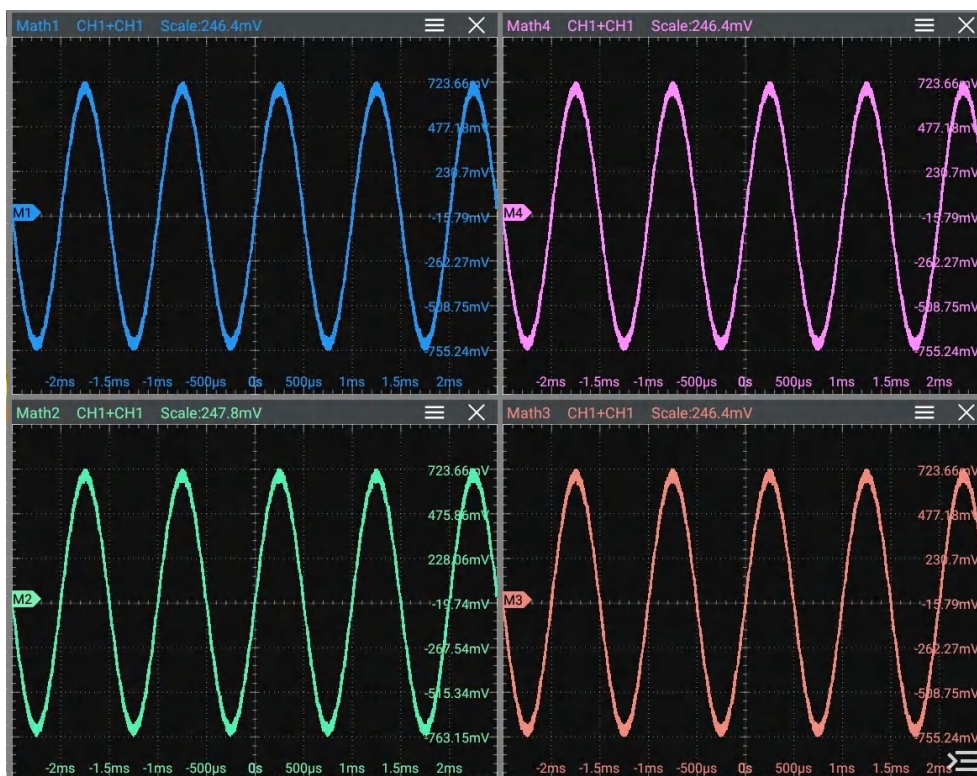

图 9.2 运算结果的波形显示窗口
- 点击屏幕下方的 Math1 ~ Math4 标签，会在屏幕上出现对应的界面，如 图 9.2 所示。
在 **数学运算** 中，点击 **运算** 开关按钮，可以选择打开 (ON) 或关闭 (OFF) 运算结果的波形显示窗口，默认选择 OFF。Math1~Math4 设置为 ON 后，屏幕上显示如 图 9.2 所示。